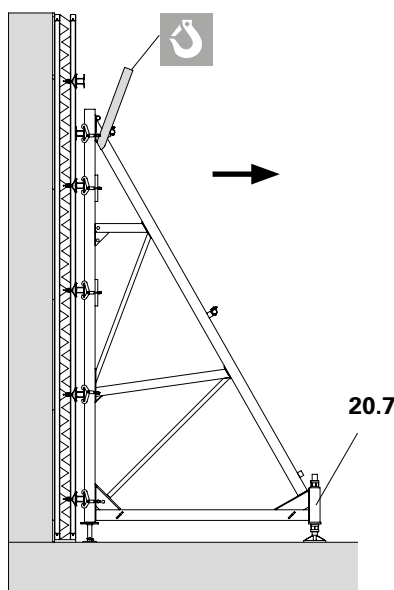

Fig. E2.02
- SB-2: con l'unità di regolazione (20.7). (Fig. E2.02)